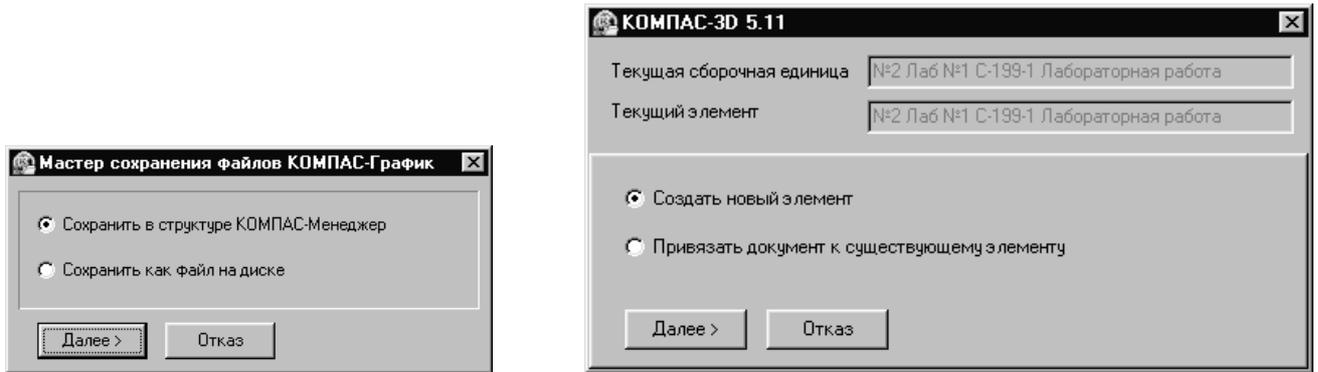
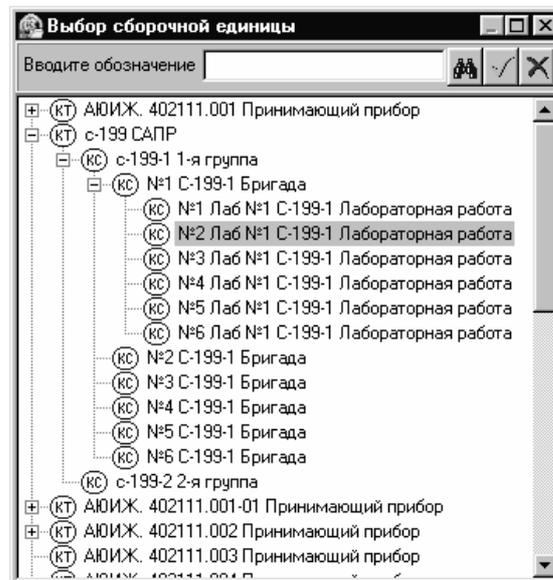
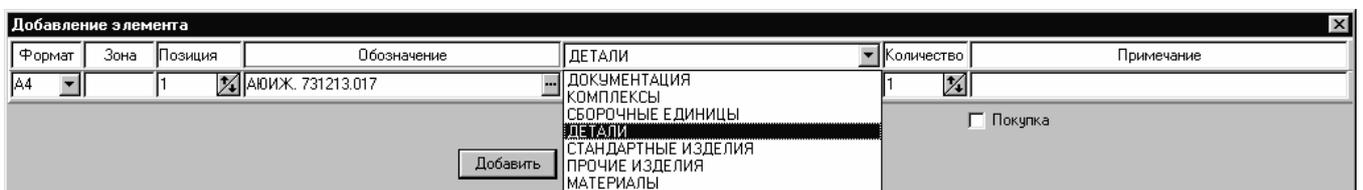

Рис. 22. Мастер сохранения файлов
Рис. 23. Выбор сборочной единицы
Рис. 24. Добавление элемента
3.4. Определяем имя файла для сохранения модели. Для этого выбираем пункт меню «Файл» à «Сохранить» или нажать кнопку «Сохранить»  на панели инструментов. После этого необходимо выбрать пункт «Сохранить» в структуре **КОМПАС-Менеджер**» (рис. 22) и нажать кнопку «Далее >». Выбрать пункт «Создать новый элемент» и нажать кнопку «Далее >» à «Выбор сборочной единицы» (рис. 23). Затем выбрать свою **группу à подгруппу à бригаду à № лабораторной работы** à  à «Далее >». Потом выбрать из выпадающего списка «Детали» и нажать «Добавить» (рис. 24).